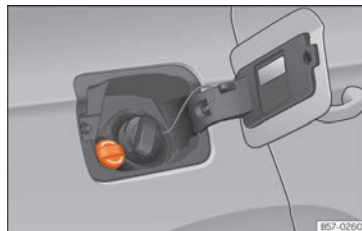

Abb. 219 Verschlussdeckel des AdBlue-Tanks
- Öffnen Sie die Tankklappe »» Abb. 219.
- Schrauben Sie die Flasche entgegen dem Uhrzeigersinn wieder heraus und ziehen Sie die Flasche vorsichtig heraus »» ❶.
- Verschlussdeckel SCR-Einfüllstutzen nach links drehen »» Abb. 219.